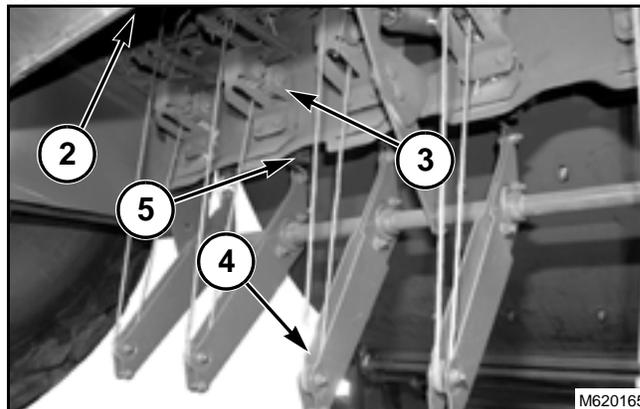

FIG. 32
FIGS. 32–31: Los cordeles de aguja tres y cuatro vienen a través de dos guías en el lado derecho (1). Los cordeles de aguja uno y dos vienen a través de dos guías en el lado izquierdo (2).